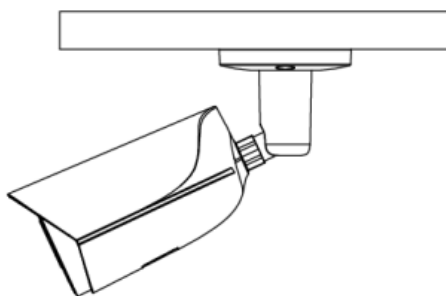

Рисунок 1.3 – Потолочное крепление видеокамеры
2. Используя крепежные элементы из комплекта поставки, закрепите видеокамеру на установочной поверхности (Рисунок 1.3)